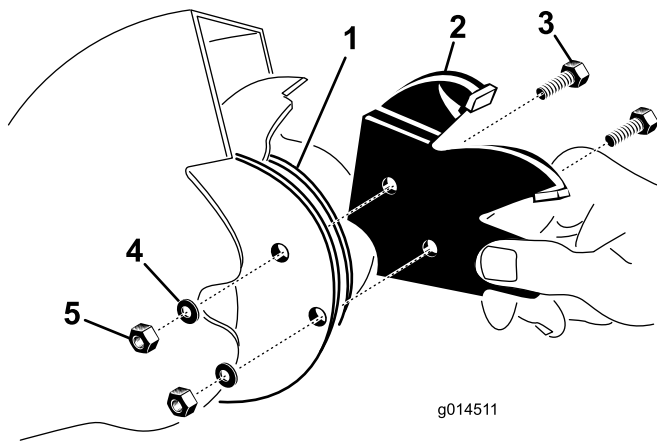

Figure 22
- 2. Retirez les deux boulons qui retiennent chaque section de la lame. Attention à ne pas faire tomber une section en la desserrant, car elle pourrait s'ébrécher (Figure 22).
4. Insérez la section entre les bris de montage de la lame (Figure 22) et fixez-les avec 2 boulons, rondelles de blocage et écrous.